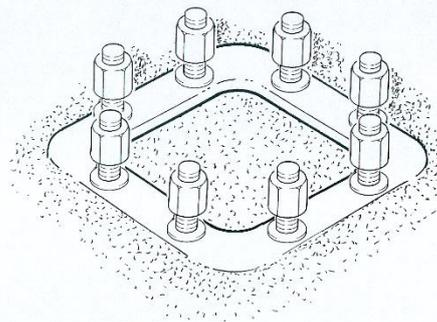

Abb. 20
3. Den so vorbereiteten Rahmen in den Betonguss des Sockels einlassen und darauf achten, dass die obere Platte bündig mit dem Boden abschließt (Abb. 20). Die Gewinde der Ankerschrauben schützen, damit sie nicht beschädigt werden.